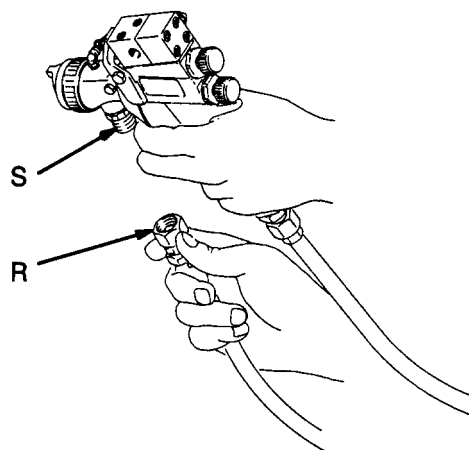

Fig. 3
- A. Kople væskeslangen (R) til væskeinntaket (S) på pistolen. Dette er en 3/8-18 npsm [R3/8-19] med sylindriske gjenger. Se Fig. 3.